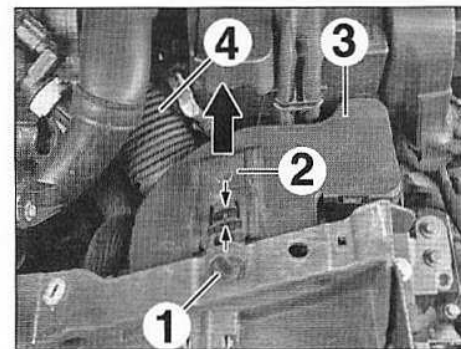

FIG.24
- Déposer l'agrafe (1) (Fig.24).
- Pincer les deux pattes du verrou (2) et le pousser vers l'habitacle.
- Déposer le résonateur d'air (3) avec le conduit d'air (4).